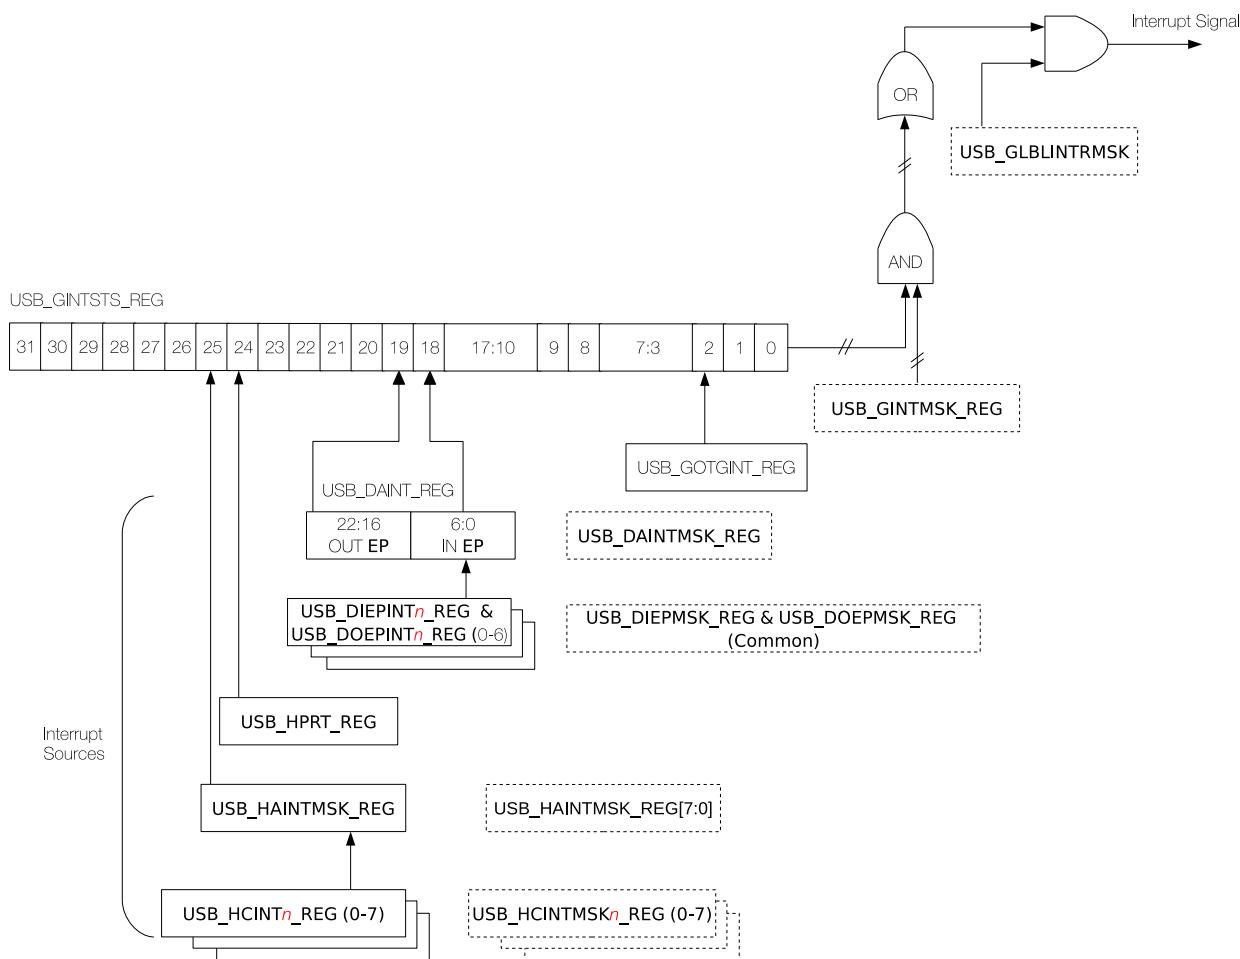

图 32-5. OTG_FS 中断层次结构图
OTG_FS 有一条中断线，可以通过中断矩阵连接到一个 CPU。可以通过置位 USB_GLBLINTRMSK 来显示中断信号。OTG_FS 中断是 USB_GINTSTS_REG 寄存器中所有位的或 (OR)，且置位 USB_GINTMSK_REG 寄存器中的相应位可以使能 USB_GINTSTS_REG 中的位。USB_GINTSTS_REG 包含系统级中断，还包含主机或设备模式专有的中断位以及 OTG 有关中断。OTG_FS 中断源的层次结构如图 32-5 所示。